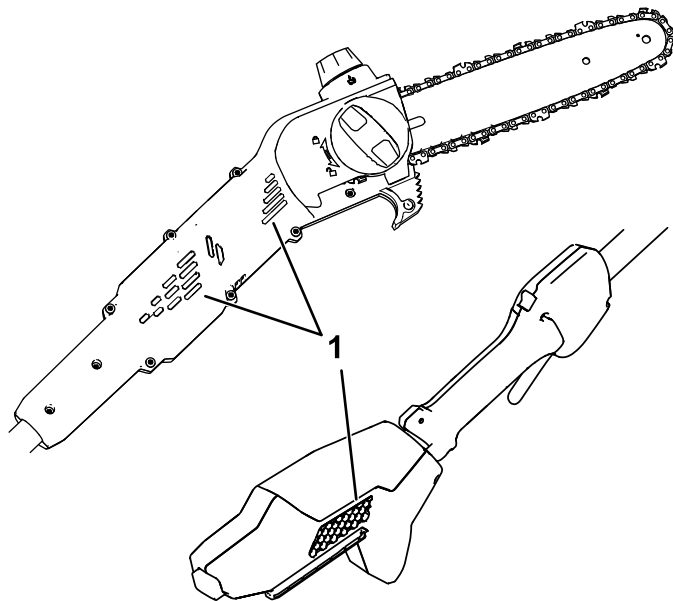

Figura 9
1. Certifique-se de que as ventilações no podador não têm sujidade nem detritos (Figura 9).